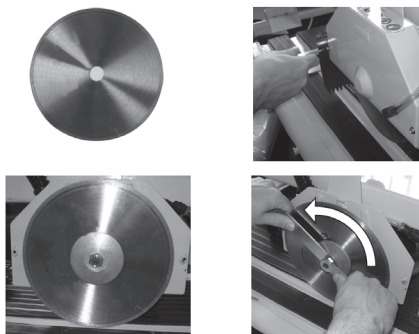

Рисунок 3. Схема встановлення/заміни різального диска.
5.1.2.3 Встановлення/заміна різального диска (Рис. 3).